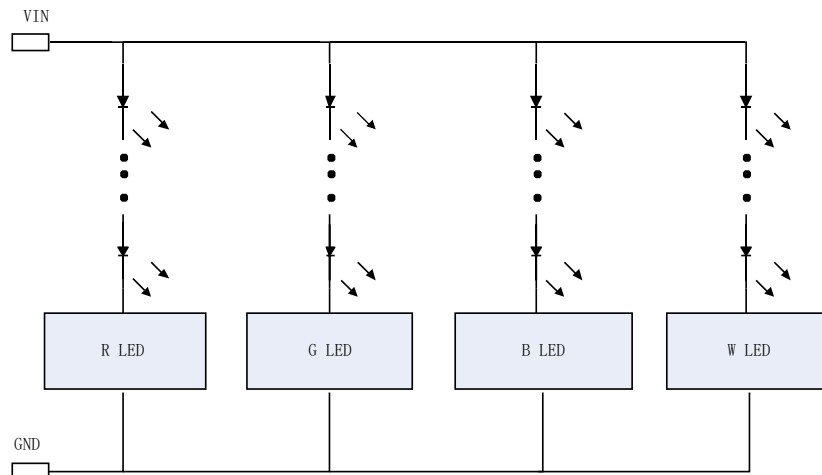

图 11.1 四路共阳连接电路示意图
5. 当 DX7001 系统工作在 RGBW 并联工作时，多路系统与 LEDs 模组连接推荐共阳布线，示意图见图 11.1，四路 RGBW LEDs 系统布局布线见图 11.2；